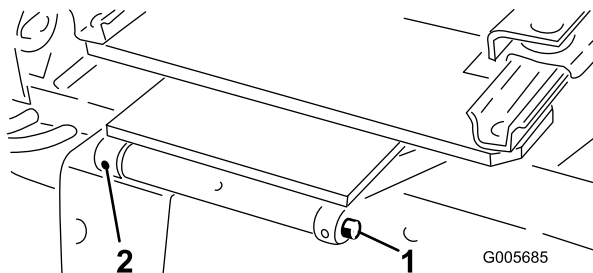

Figura 9
3. Monte o banco e o suporte do banco no suporte articulado do banco com o eixo articulado e o pino de segurança (Figura 9).
5. Monte o banco e o suporte do banco no suporte articulado do banco com o eixo articulado e o pino de segurança (Figura 9).